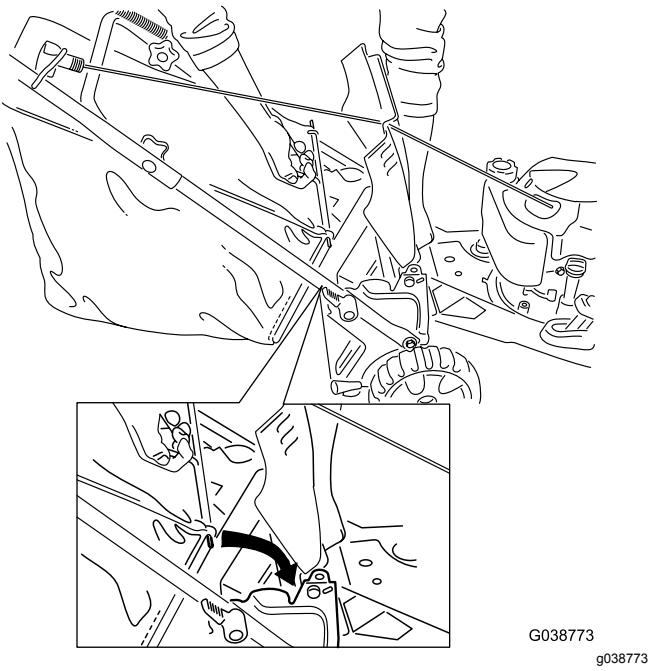

Bild 19
2. Halten Sie das Heckablenklech hoch, setzen Sie den Fangkorb in die Kerben ein und senken das Heckablenklech ab (Bild 19).